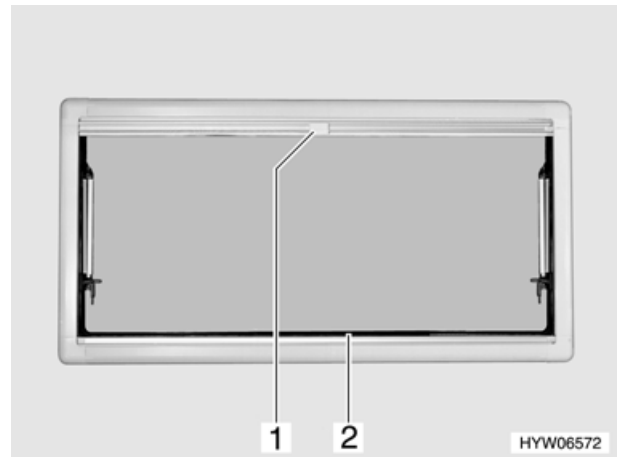

Bild 33 Ausstellfenster
- Die Faltverdunklung (Bild 33,2) in der Mitte der Griffleiste fassen, von unten nach oben ziehen und auf der gewünschten Höhe loslassen. Die Faltverdunklung bleibt in dieser Höhe stehen.
- Insektenschutzrollo (Bild 33,1) am Griff nach unten ziehen, bis es an der Faltverdunklung (Bild 33,2) anstößt.
- Griff am Insektenschutzrollo (Bild 33,1) drücken.